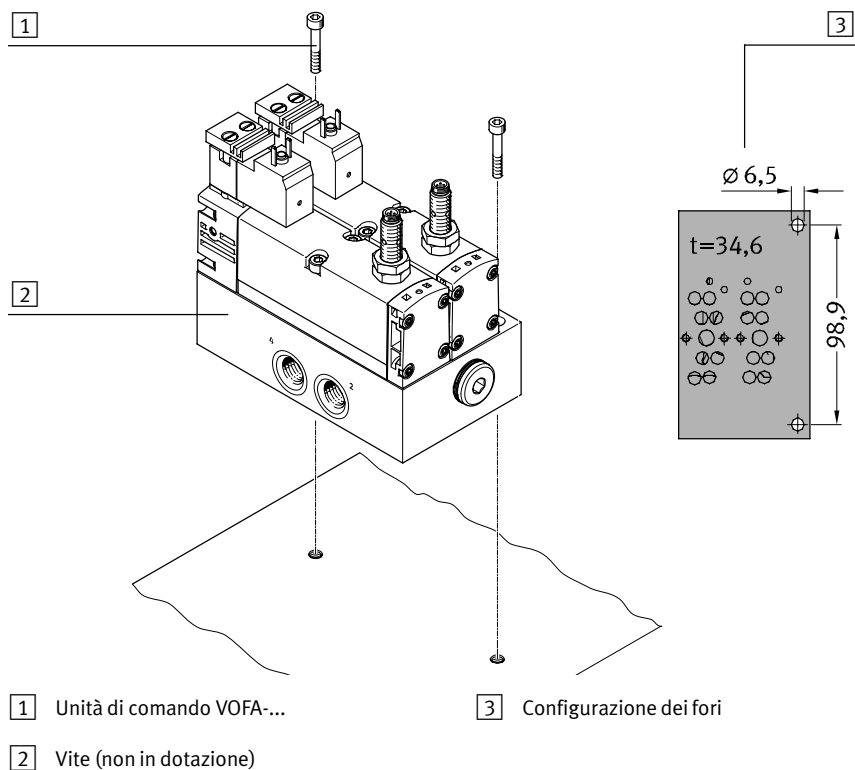

Fig. 7: Fissaggio/Montaggio della variante a connessione singola
- Fissare l'unità tramite gli appositi fori (vedi Fig. 7). Per le dimensioni necessarie vedi la configurazione dei fori.